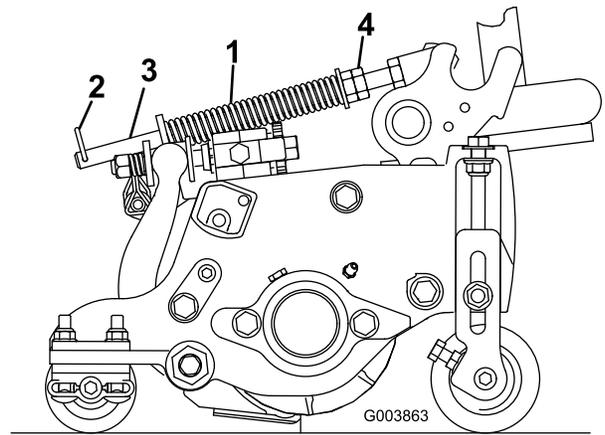

Figura 15
2. Apriete las tuercas hexagonales de la sección delantera de la varilla del muelle hasta que la longitud del muelle comprimido sea de 12.7 cm (5") en el Reelmaster 5410 (unidades de corte de 5"), y de 15.9 cm (6.25") en el Reelmaster 5510 (unidades de corte de 7") (Figura 15).
El muelle de compensación del césped (Figura 15) transfiere peso del rodillo delantero al trasero. Esto ayuda a reducir el patrón de ondulación en el césped.
1. Asegúrese de que el pasador de horquilla está instalado en el taladro del extremo de la varilla (Figura 15).